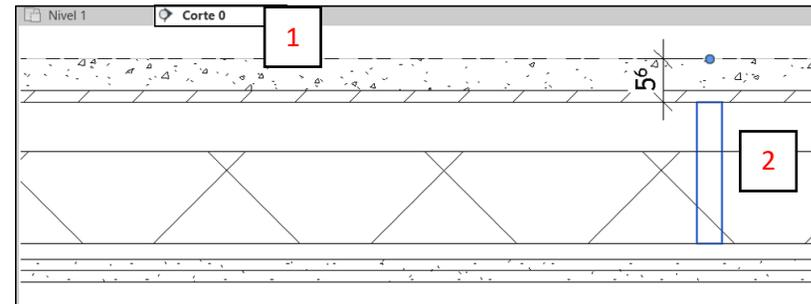

Fig. 26
- En el Proyecto de Usuario, ir a vista en corte o elevación (1) y seleccionar la viga (2). (Fig. 26)